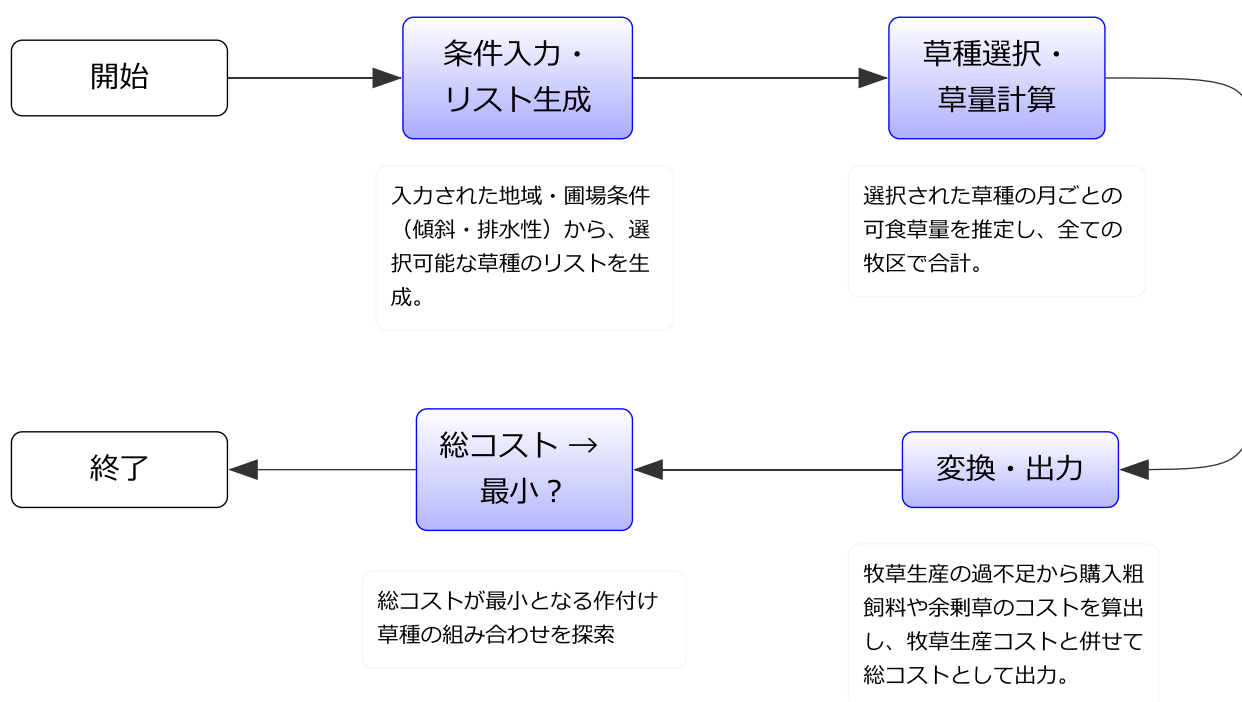

図1 作付け支援システムにおける意思決定の仕組み
- 作付け支援システムでは、①入力された地域・圃場条件（傾斜・排水性）から選択可能な草種をリスト化し、②そのリストから選ばれた牧草種について月ごとの生産量（≈ 可食草量）を推定します。③牧草の過不足を粗飼料購入のコストに換算し、これに牧草生産コストも加えた全体コストとして表示します。④全体コストを最小化することで、作付け草種の組み合わせの最適化が可能となります（図1）。